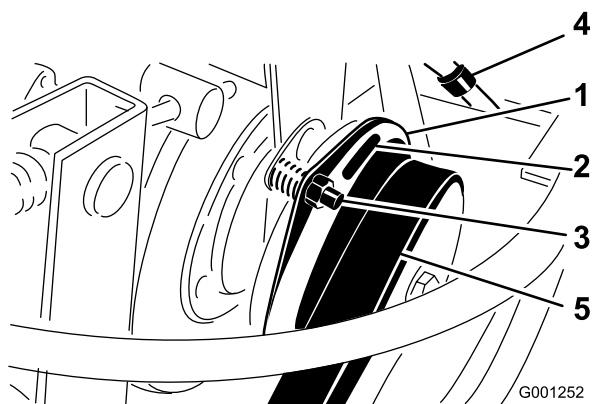

Figure 79
3. Réglez l'entrefer de façon à pouvoir passer une jauge d'épaisseur de 0,4 mm entre la garniture d'embrayage et la plaque de frottement en poussant légèrement (Figure 79).
Remarque: Pour diminuer l'entrefer, tournez l'écrou de réglage dans le sens horaire (Figure 79). L'entrefer ne doit pas dépasser 0,7 mm. Réglez les 3 entrefers.